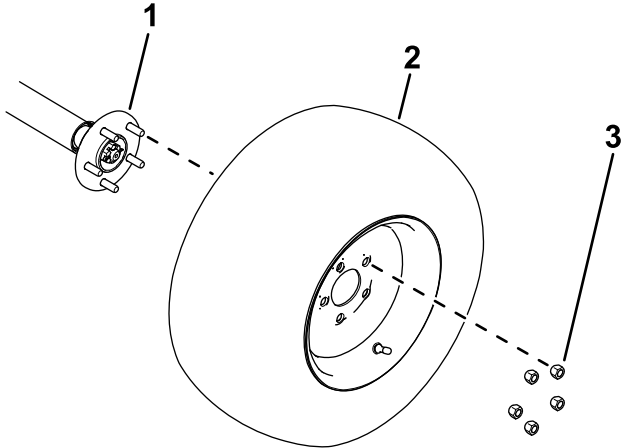

図 8
1. 先ほど外したラグナットを使って、タイヤをホイールハブに固定する 図 8。